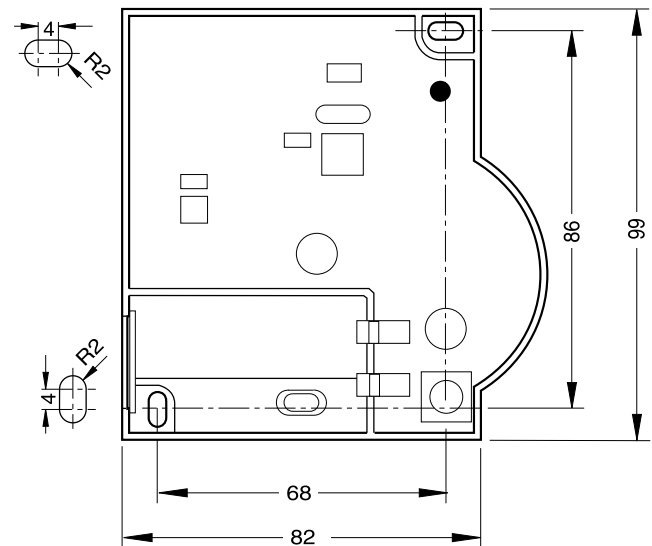

Figura 3: Schema di perforazione (indicazioni in mm)
- ▶ Segnare i fori di perforazione secondo il relativo schema (vedere Figura 3).